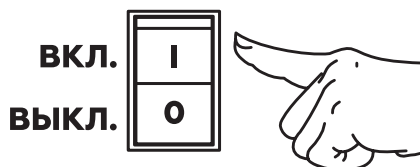

Рис. 13. Выключатель зажигания
5. Выключатель зажигания переведите в положение «ВКЛ.» (Включено) (Рис. 13).
При возникновении аварийной ситуации, для экстренной остановки двигателя генератора переведите выключатель зажигания в положение «ВЫКЛ.» (ВЫКЛЮЧЕНО) (Рис. 13).
- Переведите выключатель зажигания в положение «ВЫКЛ.» (ВЫКЛЮЧЕНО) (Рис. 13).